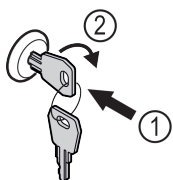

Fig. 175 Immagine a titolo di esempio
- Inserire la chiave Fig. 175 (1).
- Ruotare la chiave di 90° in senso orario Fig. 175 (2).